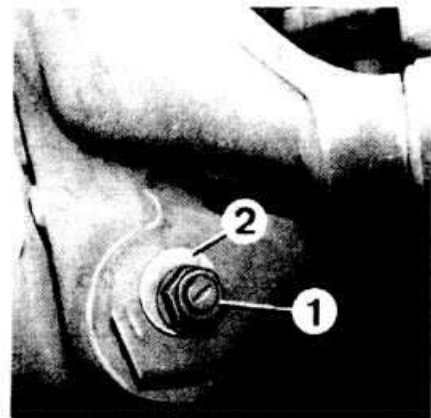

Рис. 11-5. Регулировка развала задних колес:
- Ослабить гайку шарнирного болта крепления нижнего поперечного рычага подвески к кронштейну ступицы колеса (рис. 11-5).